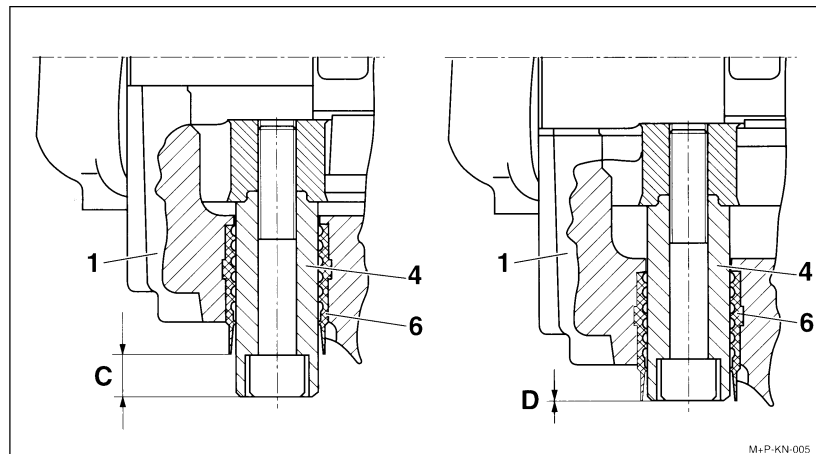

FIGURE 13: VÉRIFICATION DES GARNITURES DE FREIN
Vérifier l'épaisseur des garnitures de frein à des intervalles réguliers selon l'exploitation du véhicule. L'épaisseur résiduelle de la garniture ne doit jamais être inférieure à 2 mm (3/32 po). L'épaisseur des garnitures peut être vérifiée sans enlever les roues du véhicule; vérifier la position de la douille de guidage (6) par rapport au manchon de guidage (4) (fig. 13). Lorsque le manchon de guidage est aligné avec la douille de guidage, l'épaisseur des garnitures doit être vérifiée avec les roues démontées. Lors du remplacement des garnitures de frein, les quatre garnitures d'un même essieu doivent être remplacées en même temps, les garnitures sont identiques donc il n'y a pas de possibilité d'erreur. Remettre les garnitures usées au même endroit d'où elles ont été retirées.